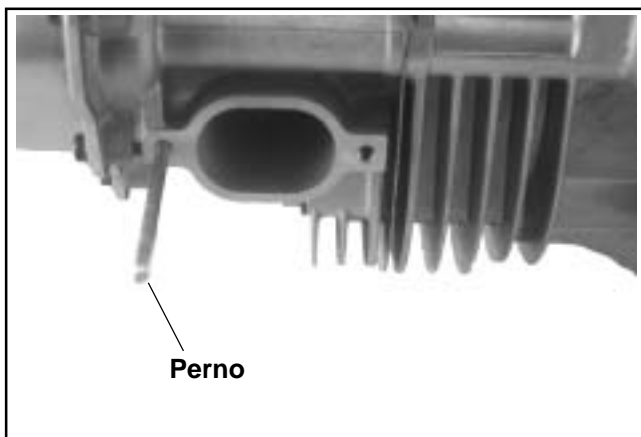

Figura 10-52. Perno de montaje instalado.
1. Si se ha desmontado el perno de montaje del carburador, vuelva a montarlo en el alojamiento externo del cilindro (el más próximo a la culata). Con una llave de boca E5 Torx® o dos tuercas hexagonales con resalte unidas, gire el perno hasta que se apriete. Ver Figura 10-52.